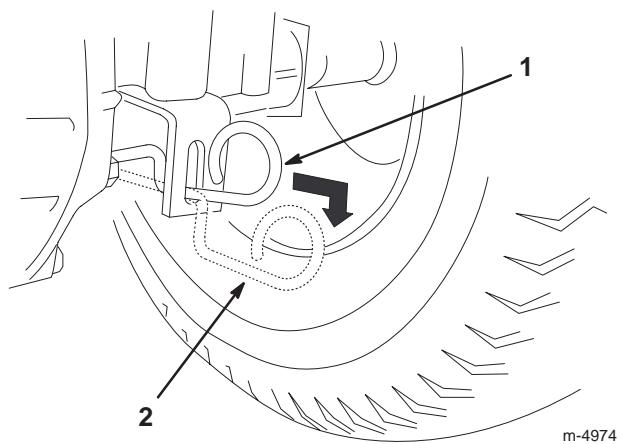

Figure 12
4. Tirez la commande de transmission en position de poussée (Fig. 12).
Note: Cela a pour effet de débrayer la transmission et de permettre aux roues de tourner librement (Fig. 12).
Poussez la commande de transmission en position de fonctionnement (Fig. 12).